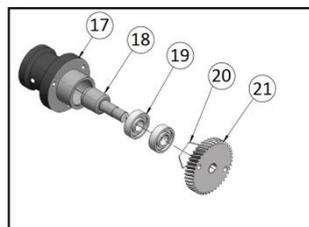

Fig. 2 – Bocal e Mancal Completo
✚ Para empurrar a carne no BOCAL (Fig. 2, nº 24), utilize apenas o *SOQUETE* (Fig. 1, nº 30), nunca utilize qualquer outro instrumento para auxiliar a colocação de carne no bocal.
Quando montar o *BOCAL COMPLETO*, não aperte demasiadamente o *VOLANTE* (Fig. 2, nº 25), desta forma evita-se o travamento ou a quebra dos componentes internos.
Sempre que utilizar o equipamento, certifique-se que a *ARRUELA* (Fig. 2, nº 36) está posicionada de forma correta no Eixo do *CARACOL* (Fig. 2, nº 28), evitando atrito entre as partes de ferro ao introduzir o *CARACOL* no *BOCAL* (Fig.2, nº 29). A utilização incorreta poderá gerar danos às engrenagens, *FACA/CRUZETA* (Fig. 2, nº 27), *DISCO/ PENEIRA* (Fig. 2, nº 26) e no equipamento em geral.
Tenha certeza que a montagem dos componentes do *BOCAL COMPLETO*, estejam na sequência correta, conforme item 24, Fig. 2.
1. Antes de utilizar o equipamento, devem-se lavar todas as partes que entram em contato com o produto a ser processado, com água e sabão neutro (leia o item 3.4);
2. Coloque os pedaços dos alimentos sobre a *BANDEJA AÇO INOX* (Fig. 1, nº 23) e leve os mesmos com a mão até a entrada da boca de alimentação do Picador. Com a utilização do *SOQUETE* empurre para baixo até o momento que for puxado pela Rosca-sem-fim do *CARACOL* (Fig. 2, nº 28).
1. Este equipamento possui um Anteparo de Segurança (Fig. 1, nº 34) que impossibilita o acesso dos membros superiores no contato do Eixo Caracol (Fig. 2 nº 28), garantido maior segurança do usuário.
2. Na montagem do Bocal Completo (Fig. 2, nº 24) o Disco/ Peneira (Fig. 2, nº 26) é fixo no Eixo Caracol (Fig. 2, nº 28), o que impossibilita o usuário de tocar na Faca/ Cruzeta (Fig. 2, nº 27) e no próprio Eixo sem que o conjunto esteja devidamente desmontado.
- ✚ *BOCAL COMPLETO* (Fig. 2, nº24)
- ✚ *VOLANTE* (Fig. 2, nº 25)
- ✚ *DISCO/ PENEIRA* (Fig. 2, nº 26)
- ✚ *FACA/ CRUZETA* (Fig. 2, nº 27)